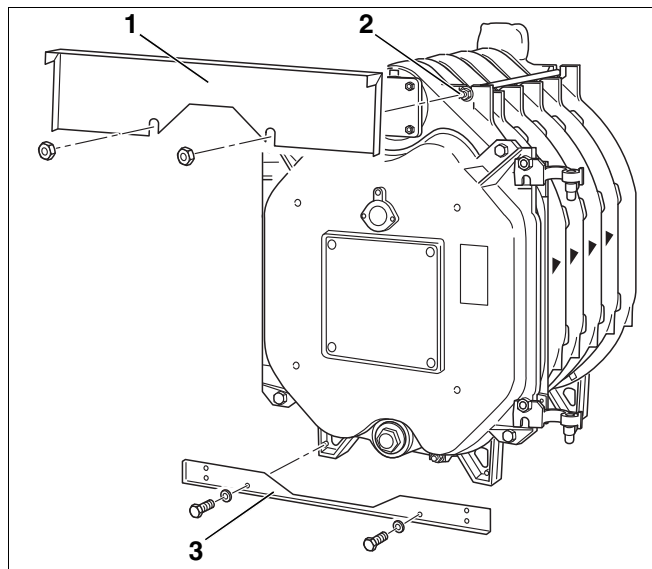

Fig. 30 Montaggio – Traverse anteriori
- ▶ Sulla parte frontale della caldaia, avvitare su entrambi i tiranti superiori un'ulteriore madrevite (fig. 30, [2]).
- ▶ Inserire la traversa superiore anteriore (fig. 30, [1]) fra la prima e la seconda madrevite dei tiranti e fissarla alle camme di ghisa.
- ▶ Avvitare fissamente la traversa anteriore inferiore (fig. 30, [3]) con due bulloni, ai piedi dell'elemento anteriore.